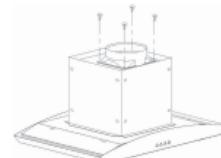

Imagen 5
- Serão usadas 4 unidades de parafusos grandes de cabeça achatada ST4\*8 para instalar a saída, ver *Imagen 5*.